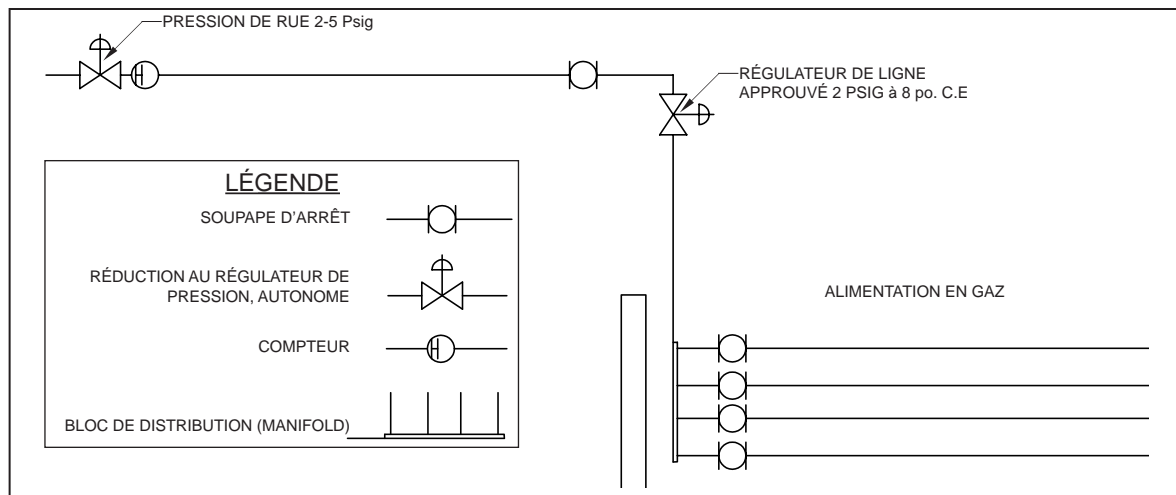

FIG. 2-1 Configuration À Pression Élevée
C. En utilisant la FIGURE 2-1 comme guide, le système de pression élevé peut être décrit comme suit: